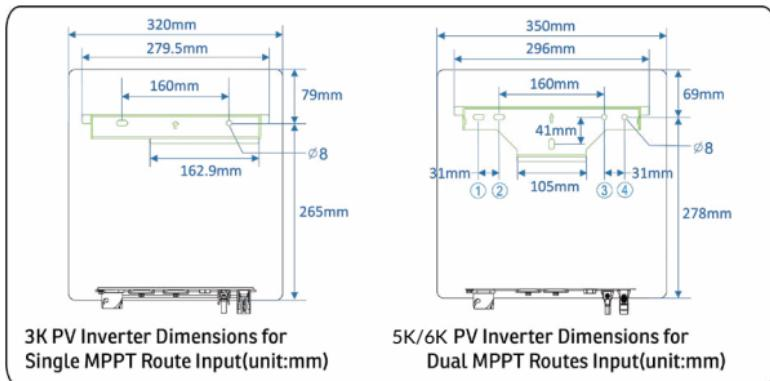

Figura 4.10 Determinarea pozitilor pentru orificii (mm)
**Pasul 2** Masurati unde se vor executa orificiile de fixare utilizand acest panou, cum e prezentat in schita de mai jos. (Figura 4.10)